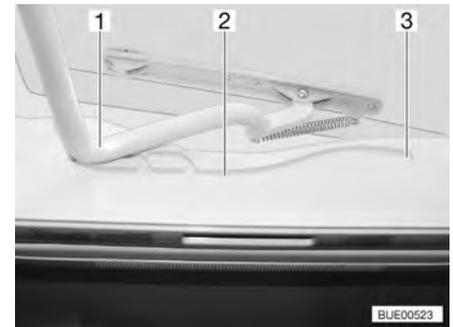

Fig. 60 Lanterneau Heki, glissière
- Tirer l'étrier (Fig. 60,1) dans les glissières (Fig. 60,2) jusqu'à la position la plus reculée (Fig. 60,3).
- Pousser l'étrier (Fig. 60,1) légèrement vers le haut avec les deux mains.
- Tirer l'étrier dans les glissières (Fig. 60,2) jusqu'à la position souhaitée.